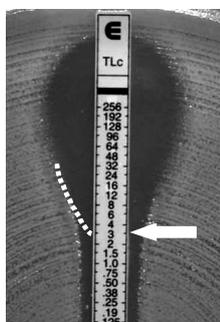

Рис. 15.
- Такие микроорганизмы, как стафилококки, *Acinetobacter* spp., анаэробы и гонококки могут быть чувствительными к сульфактаму, тазобактаму и клавулановой кислоте в чистом виде. Для Etest PTc и TLC это может привести к образованию эллипса ингибирования с вытянутыми параллельными полосами ингибирования вдоль полоски. Экстраполируйте верхнюю эллиптическую кривизну, направленную в сторону полоски, для получения МИК (см. **ИНСТРУКЦИЮ ПО УЧЕТУ РЕЗУЛЬТАТОВ ETEST**, рис. 15).